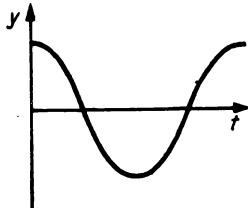

Bild 132
10.2 Bild 132; $y = y_m \cos \omega t = y_m \sin \left(\omega t + \frac{\pi}{2} \right)$